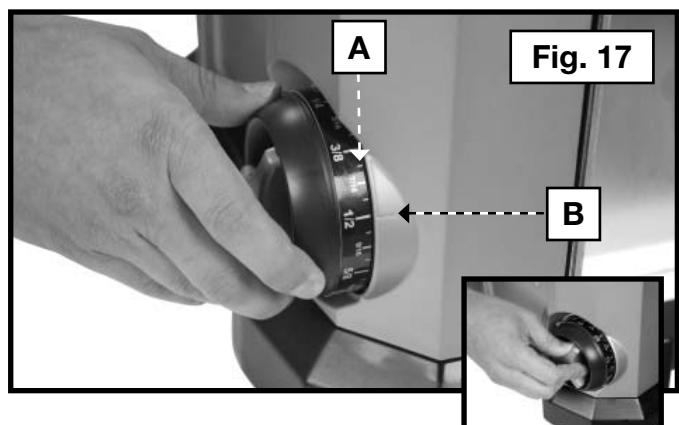

Fig. 17
Pour le rabotage répétitif, la raboteuse est munie d'une butée de profondeur (A), fig. 17. Au moyen de l'échelle de la butée de profondeur, il est possible de choisir une épaisseur entre 3,2 et 31,8 mm (1/8 et 1-1/4 po). Des crans sont prévus à 3,2 mm (1/8 po), 6,4 mm (1/4 po), 12,7 mm (1/2 po), 19 mm (3/4 po), 25,4 mm (1 po) et 31,8 mm (1-1/4 po).
2. Tourner la molette, logée du côté gauche avant de la raboteuse, jusqu'à ce que le paramètre d'épaisseur choisi s'aligne avec la ligne indicatrice (B), fig. 17.
3. Verrouiller le guide en position en tournant la molette logée à l'intérieur du guide (encadré - fig. 17).